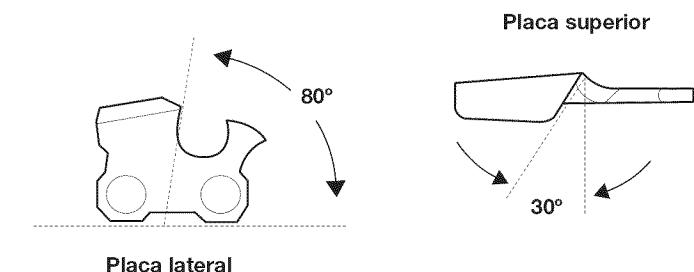

Fig. 35
- Aplique algunos golpes firmes en cada diente. Cuando se lime correctamente, la placa superior estará en un ángulo de 30° y la placa lateral estará en un ángulo de 80° (Fig. 35). La utilización de la lima y el soporte de lima correctos producirá automáticamente los ángulos correctos.